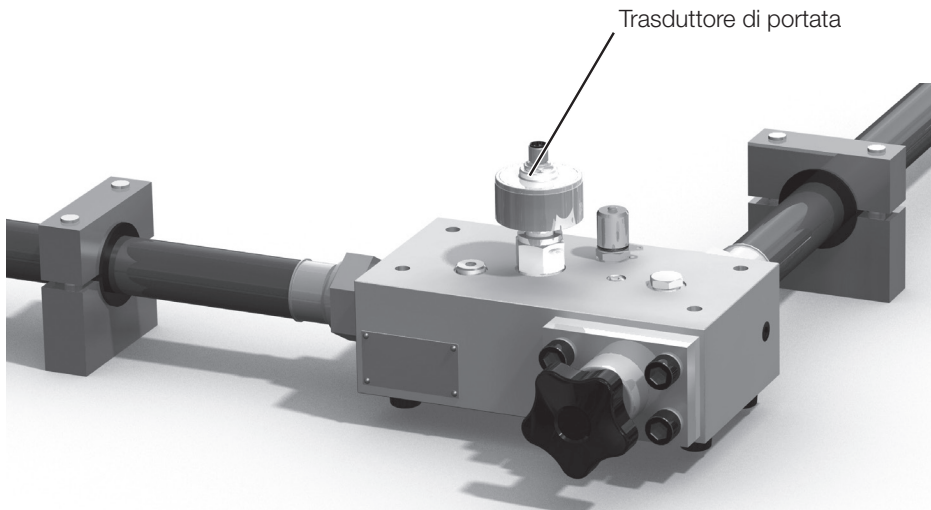

Fig. 3: Esempio di installazione
-  Non ribaltare mai il trasduttore di portata ( Fig. 3 a pagina 172) o non svitarlo dall'involucro!